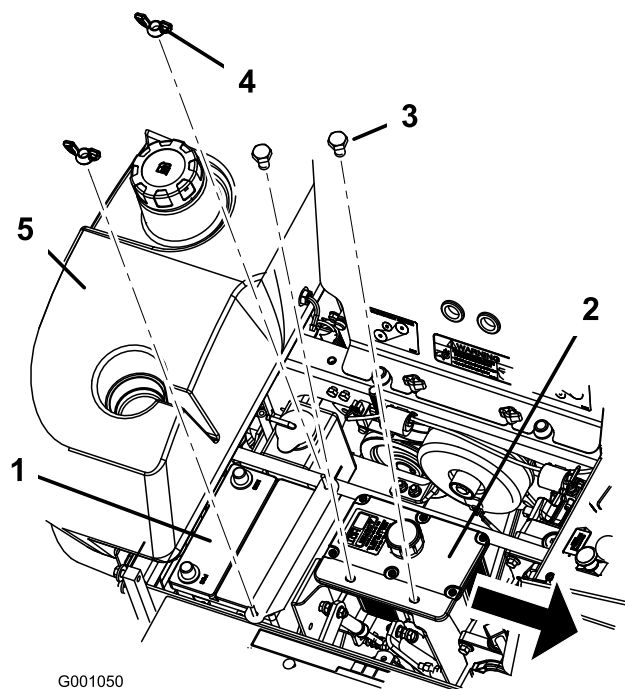

Figure 46
6. Retirez les deux écrous papillons (1/4") qui fixent la barrette de maintien de la batterie (Figure 46).
7. Retirez les deux boulons de fixation du réservoir hydraulique (Figure 46).
1. Placez la batterie dans son support en tournant les bornes à l'opposé du réservoir hydraulique (Figure 46).
6. Fixez la batterie en position avec des boulons en J, une barrette de maintien et 2 rondelles (1/4"), ainsi que 2 écrous papillons (1/4") (Figure 46).